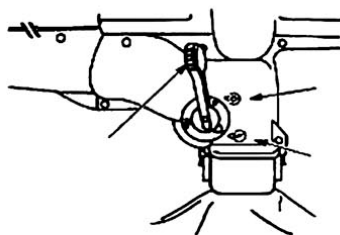

Fig 14
2. Lever le levier de changement de modes aspirateur/souffleur (Mode Souffleur) (Fig. 14).